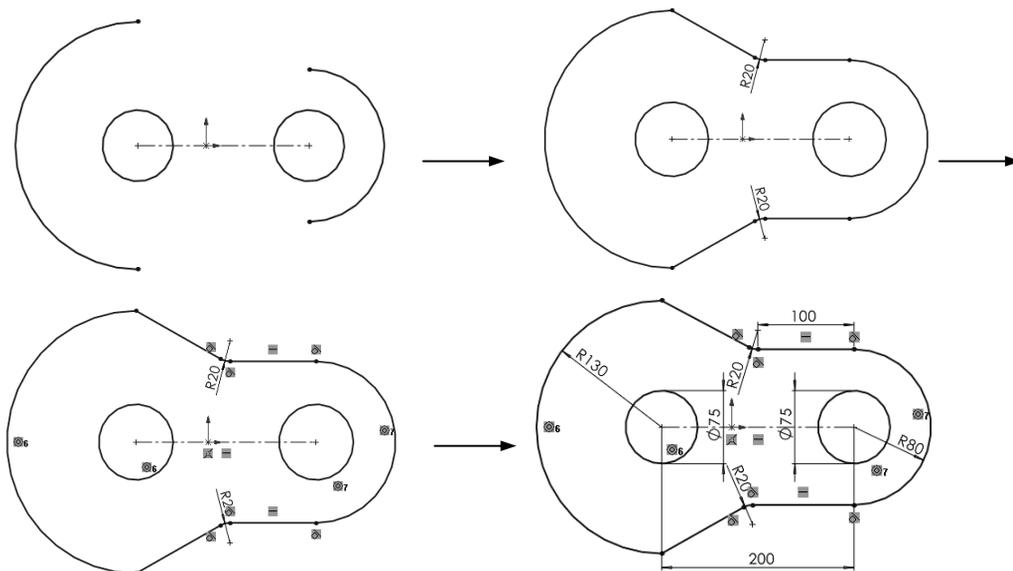

图 2-114 底座草图绘制流程图
(1) 在新建文件对话框中选择零件图标，进入零件图模式。
(2) 选择前视基准面，单击“草图绘制”按钮, 进入草图绘制模式。
(3) 利用“中心线”命令，过原点绘制中心轴；单击“圆心/起/终点画弧”按钮分别绘制图中两段圆弧 R130mm 和 R80mm；选择“圆”命令，绘制两个 $\Phi 75$ mm 的圆；利用“直线”命令，绘制直线连接圆弧 R130mm 和 R80mm。利用“圆角”命令，绘制 R20mm 的圆角。
(4) 利用“几何关系”命令，选择图示圆弧、圆、直线，保证其同心、相切的关系。
(5) 利用“智能尺寸”命令标注尺寸，绘制的流程如图 2-114 所示。